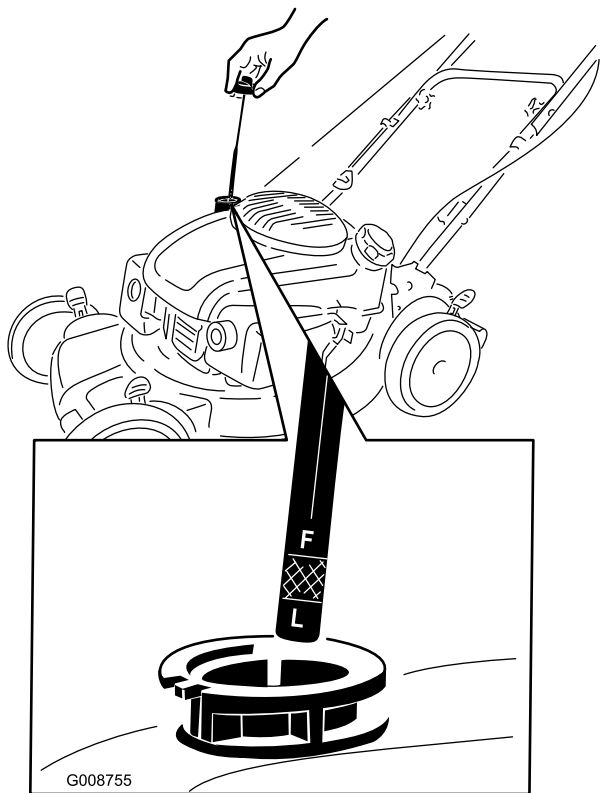

Figura 5
1. Retire la varilla (Figura 5).
2. Vierta **lentamente** aceite en el tubo de llenado hasta que el nivel llegue a la marca "Full" (lleno) de la varilla (Figura 5). **No llene demasiado.** (Capacidad máxima: 0,65 l (22 onzas), tipo: 10W-30 o SAE 30, aceite detergente con clasificación de servicio API, SJ, o superior.)
**Nota:** Cada vez que compruebe el nivel de aceite, retire la varilla y límpiela, introdúzcala en el cuello de llenado de aceite (**sin enroscarla**), luego retírela de nuevo y compruebe el nivel (Figura 5).